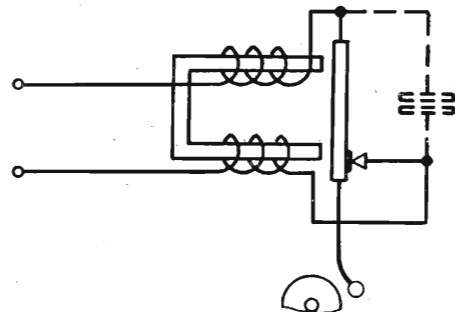

Fig. 2. - Montaggio simmetrico di una suoneria elettrica.
ad evitare l'interferenza, si potrebbe disporre i collegamenti interni della suoneria in opposizione, in modo cioè che venga creato un ostacolo alla corrente di A. F. verso la linea (fig. 2). In ultima analisi una schermatura completa della suoneria con gabbia metallica, messa poi a terra, unita alla schermatura dei conduttori di linea, in modo da impedire l'irradiazione da essi, può dare efficaci risultati (1).
Lo schema dell'apparecchio per la misura dell'esaurimento delle valvole in continua è disegnato in fig. 2.